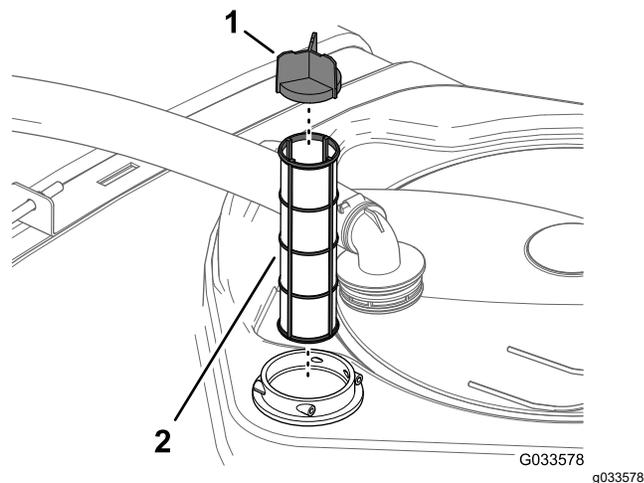

Bild 60
4. Entfernen Sie den alten Saugfilter aus dem Filtergehäuse im Behälter (Bild 60).